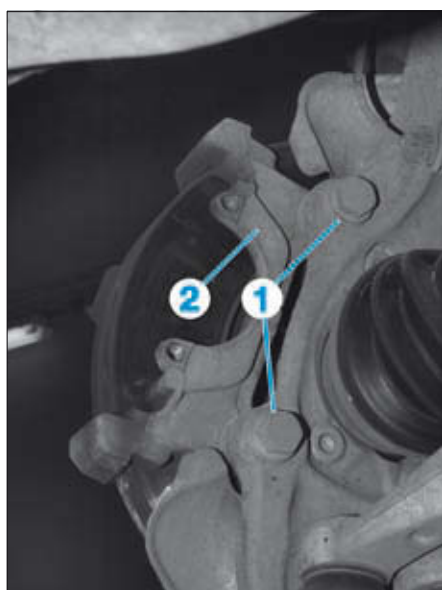

FIG. 7
- les vis (1) du support d'étrier (2) (Fig.7),